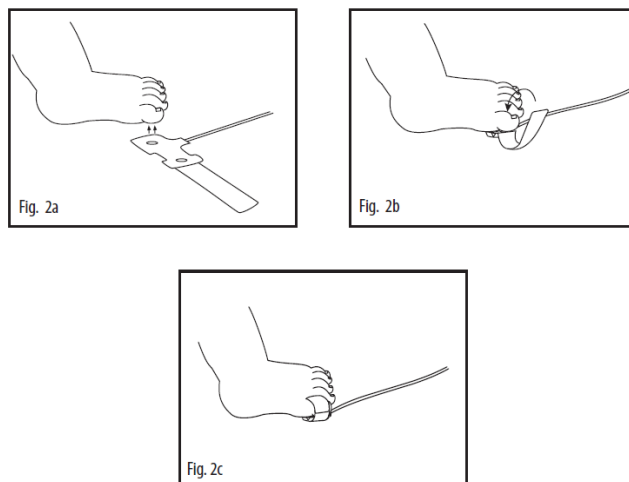

Abb. 26 LNCS-Sensorpositionierung für Kleinkinder
- 2 Siehe Fig. 2a in Abb. 26: Verlegen Sie das Sensorkabel so, dass es entweder vom Patienten weg zeigt oder an der Fußunterseite verläuft. Positionieren Sie den Empfänger am fleischigen Bereich der großen Zehe.
- 4 Siehe Fig. 2b in Abb. 26: Den Klebestreifen um die Zehe wickeln und sicherstellen, dass das Senderfenster (roter Stern) oben an der Zehe genau gegenüber dem Empfänger ausgerichtet ist.
- 5 Siehe Fig. 2c in Abb. 26: Die richtige Positionierung überprüfen. Falls erforderlich, korrigieren.